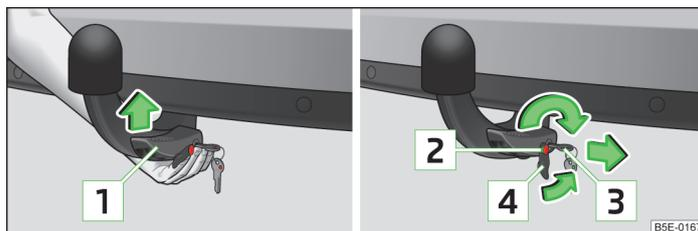

Abb. 101 Kugelstange einsetzen / Schloss verriegeln und Schlosskappe aufsetzen
- Die Kugelstange **von unten** » Abb. 101 fassen und in den Aufnahmeschacht bis zum hörbaren Einrasten einsetzen » **!**.
Der Hebel **1** » Abb. 101 dreht sich **selbsttätig** nach oben und der Auslösebolzen **2** fährt heraus (sein roter sowie grüner Teil ist sichtbar) » **!**.